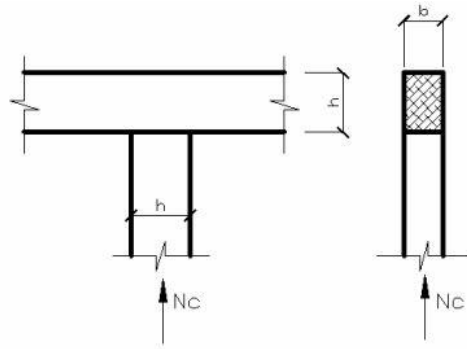

Рисунок 4. Поперечный лобовой упор
5.1 Проверить прочность поперечного лобового упора при смятии балки, опертой на стойку, сечения которых имеют размеры  $b \times h$  (или круглое диаметром  $d$ ). В стойке действует предельная сжимающая сила  $N_c$  (рисунок 4).